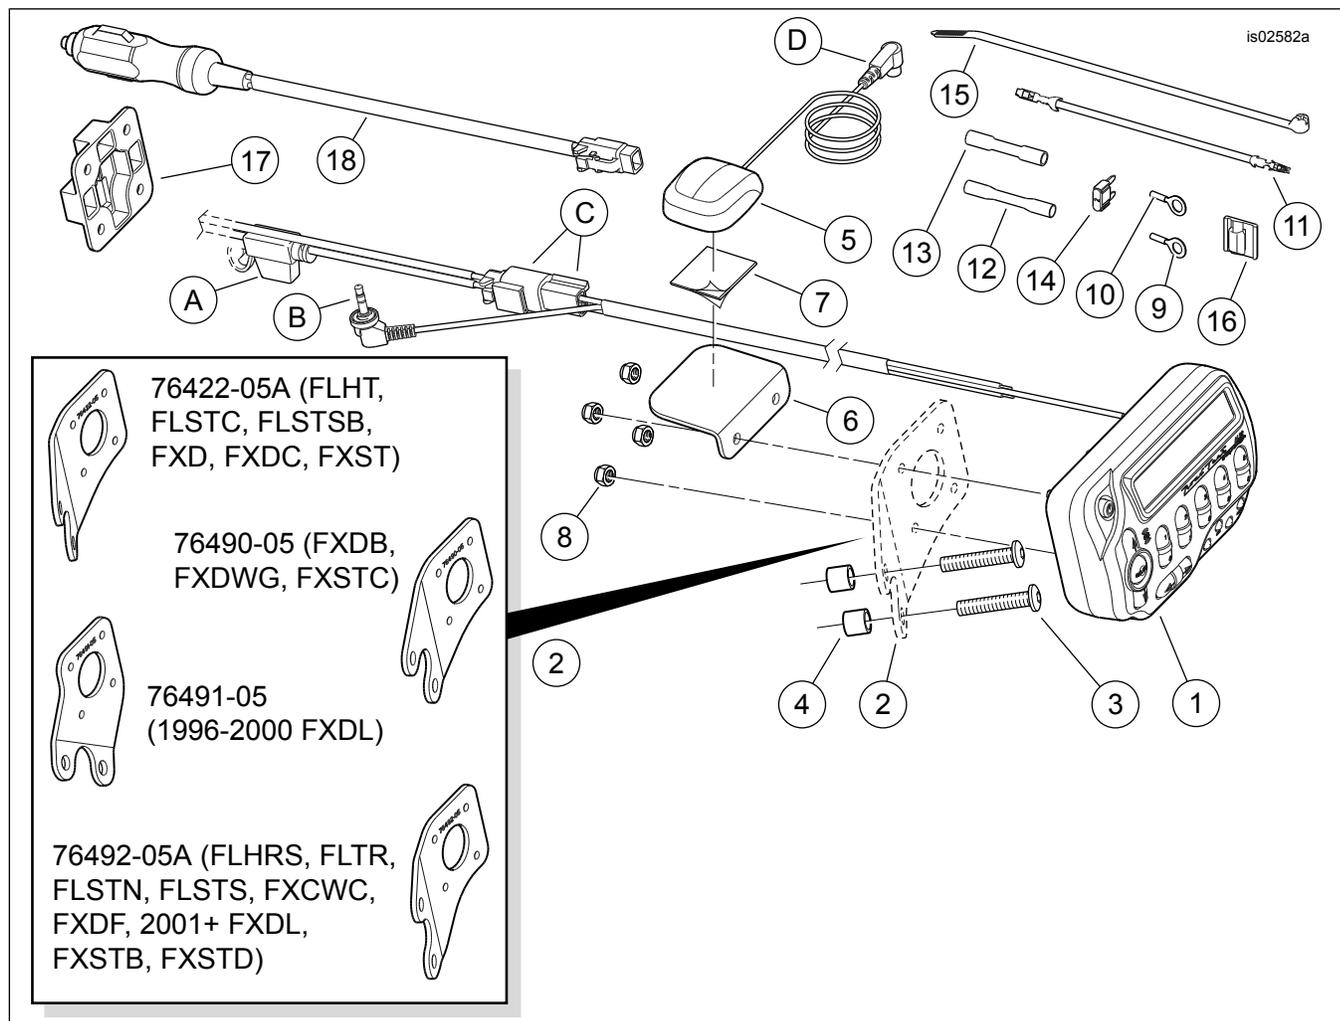

Figura 12. Peças de reposição, Kit de rádio via satélite Road Tech XM
- Veja Figura 12. Corte o que sobrar do fio laranja/branco do chicote de fios do receptor via satélite. Usando o conector de emenda selada vermelho (12) do kit, emende o referido fio no fio adaptador instalado no Passo 4.
- Instale o fusível 2 A (14) do kit na cavidade do fusível marcada "P&A IGN", "2 A MAX" para completar o circuito.
- Instale o fusível de 2 A (14) do kit na cavidade do fusível 1A-1B (4) para completar o circuito.